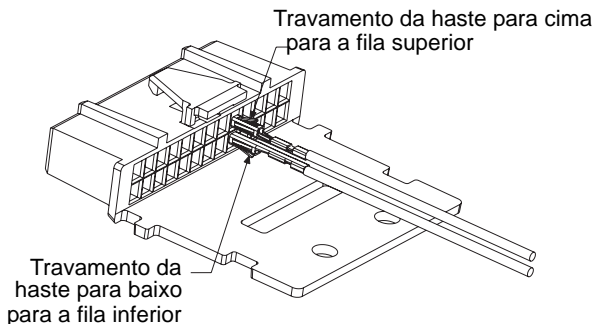

Figura 2 Orientação do terminal
7. Insira os contatos nos locais de pinos 9 e 10 no conector do acessório, como mostrado na *Figura 2*.